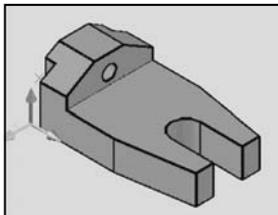

Рис. 1.7. Деталь
1. Открыть файл «Деталь.DWG» (рис. 1.7).